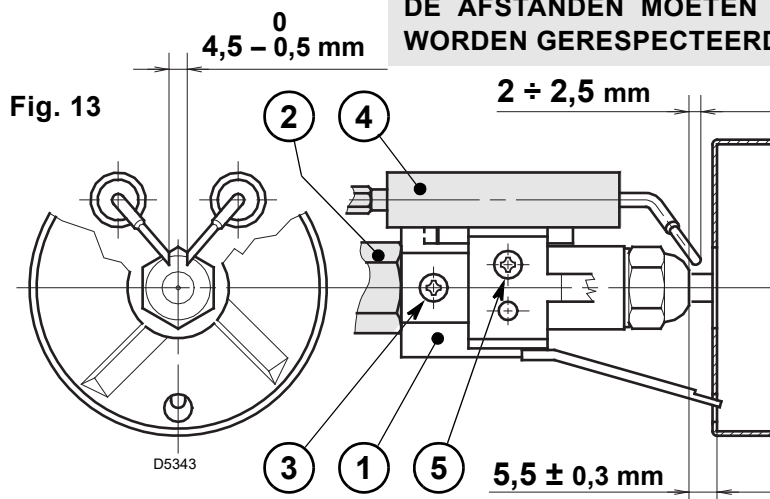

Fig. 13
- Hang de brander vast aan de flens (1), draai de schroeven (3) los en verwijder de branderkop (2).
- Maak de kabels van de electrodes (4) los, verwijder de houder van de vlamhaker (5) van de verstuiverlijn nadat u de schroef (3, Fig. 13, blz. 7) losdraaide.
- De verstuiver (6) correct vastdraaien, zoals aangeduid op de tekening.
– Maak de kabels van de electrodes (4) los, verwijder de houder van de vlamhaker (9) van de verstuiverlijn (1) nadat u de schroef (3, Fig. 13) losdraaide.
– **De verstuiver (10) correct vastdraaien, zoals aangeduid op de tekening.**
– Op de tekening hiernaast is de branderkop afgesteld voor een debiet van 0,85 GPH bij 15 bar. De regelstang (8) staat in stand 3 zoals aangegeven in de tabel.
4.2 AFSTELLING ELECTRODEN (zie Fig. 13).